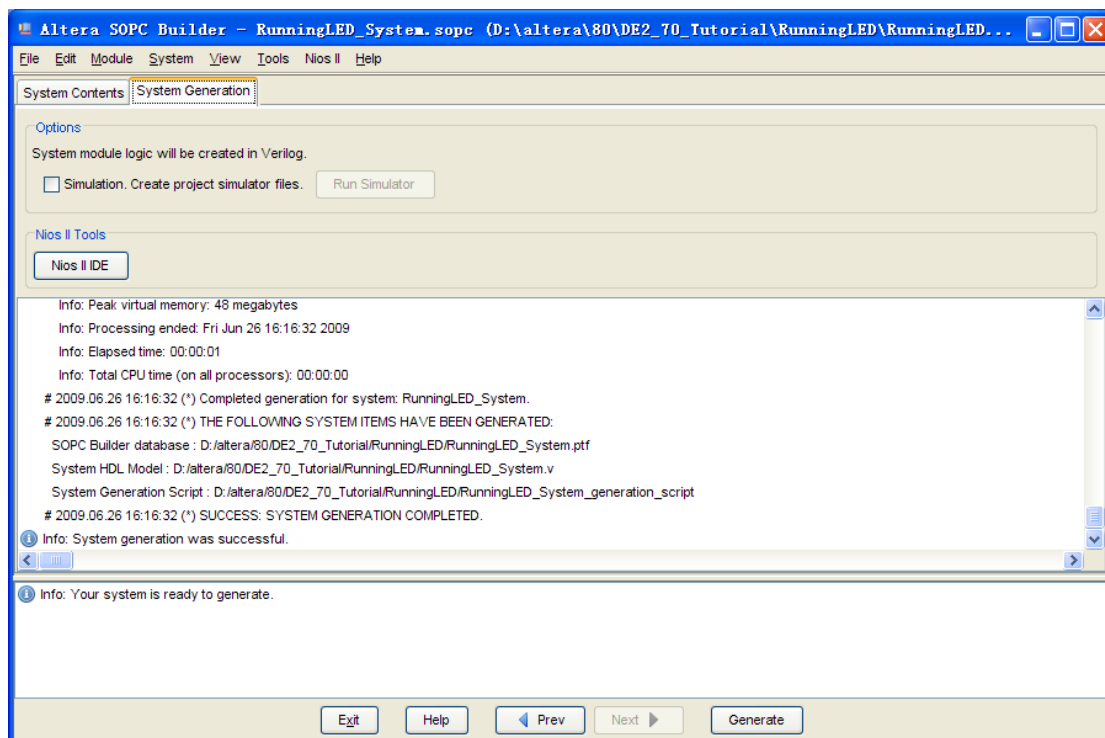

图 7-7 生成系统
9. 生成系统。通过点击下方 Generate 完成。如图 7-7。